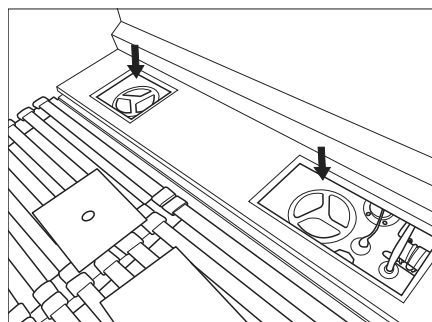

Bild 47 Reinigungsöffnungen Frischwassertank 2WIN VARIO
- Reinigungsöffnungen ausschrauben und abnehmen (Bild 47).